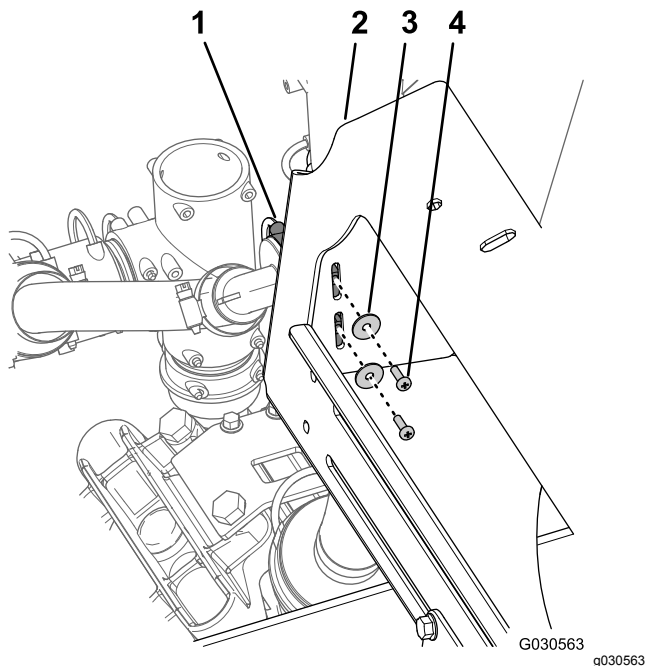

Figura 97
1. Retire os 2 parafusos de cabeça chata (n.º 10 x 5/8 pol.) e as 2 anilhas (n.º 10) que prendem a união em T ao lado esquerdo da montagem do coletor (Figura 97).